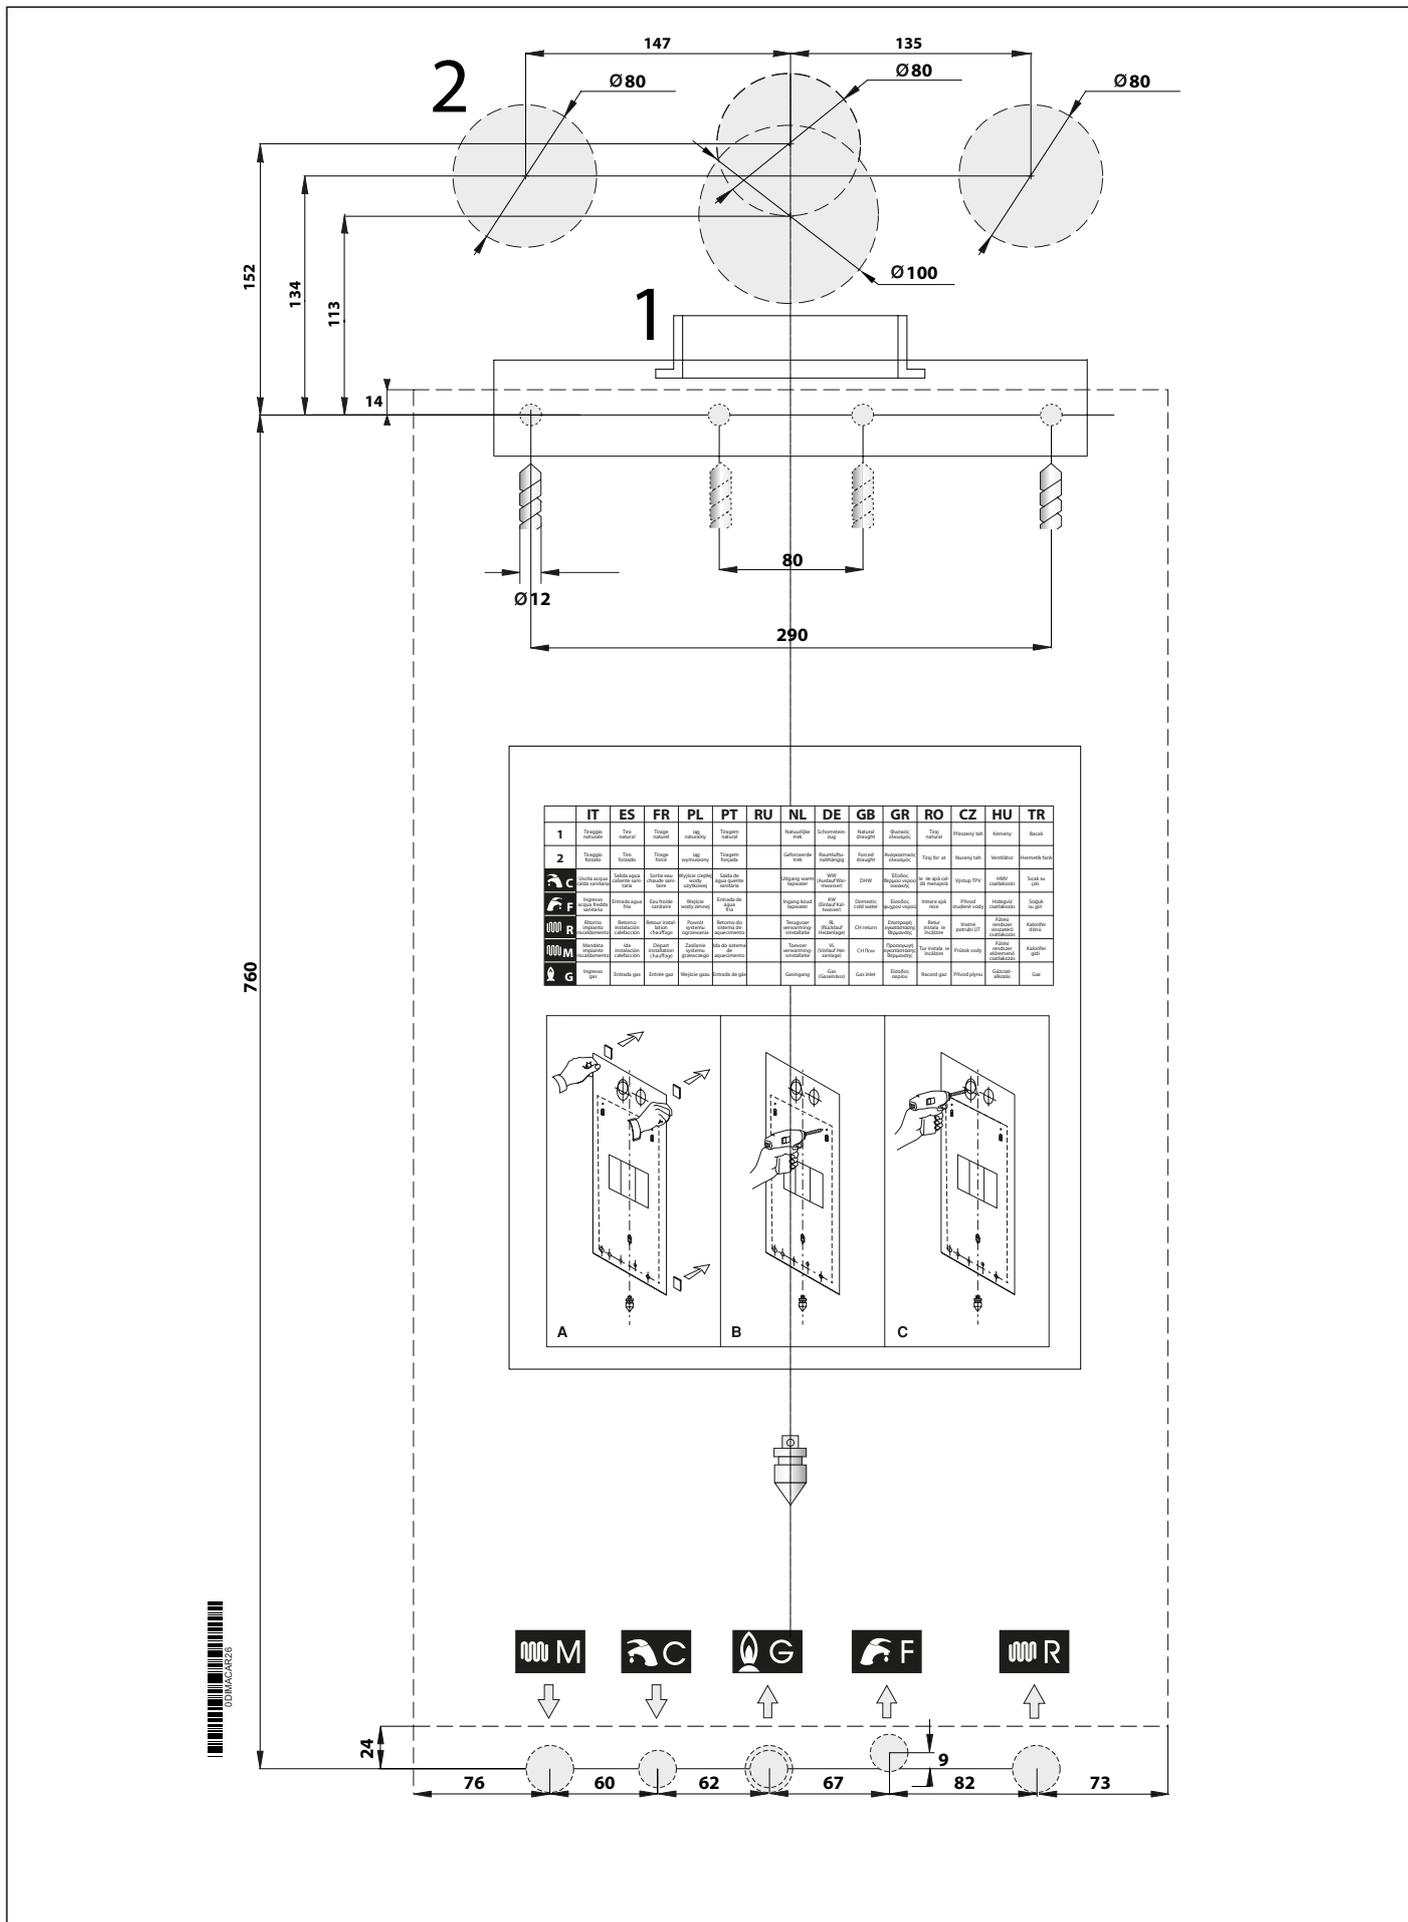

Fig. 15 Gabarit en papier
- » le gabarit de fixation de la chaudière au mur (voir Fig. 15 Gabarit en papier).
Chaque appareil est accompagné d'un gabarit approprié en papier contenu dans l'emballage (voir Fig. 15 Gabarit en papier).